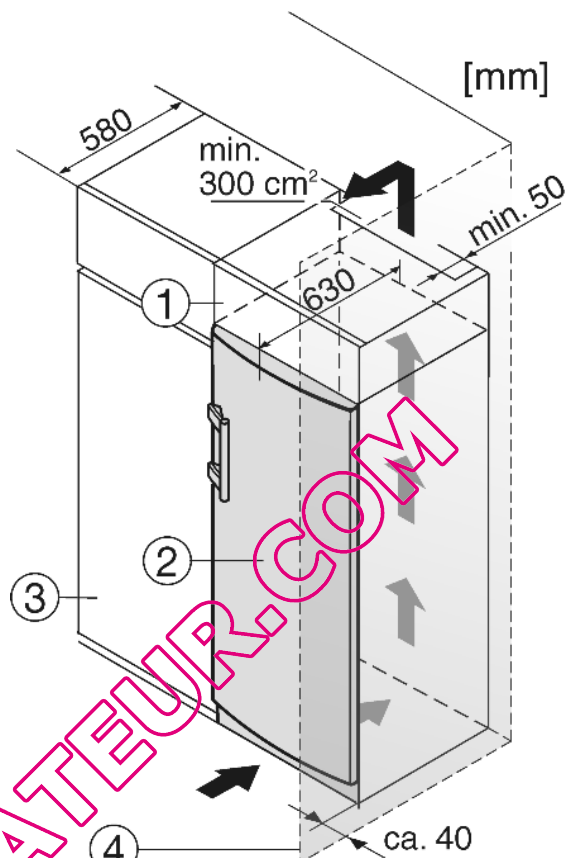

Fig. 8
(1) Elément haut
(2) Appareil
(3) Placard de cuisine
(4) Mur
L'appareil peut être entouré de meubles de cuisine. Pour adapter l'appareil Fig. 8 (2) à la hauteur des placards de la cuisine intégrée, on peut placer un élément haut Fig. 8 (1) au-dessus de l'appareil.
Lors de la transformation avec des placards de cuisine (profond. max. 580 mm) l'appareil peut être placé directement à côté du placard Fig. 8 (3). La porte de l'appareil saillit latéralement de 34 mm et au milieu de l'appareil de 50 mm par rapport à la face avant du placard de cuisine. Ainsi, elle se laisse ouvrir et fermer sans problèmes.
Si l'appareil est installé avec les charnières à côté d'un mur Fig. 8 (4), la distance entre l'appareil et le mur doit être de 40 mm min. Ceci correspond à la saillie de la poignée lorsque la porte est ouverte.